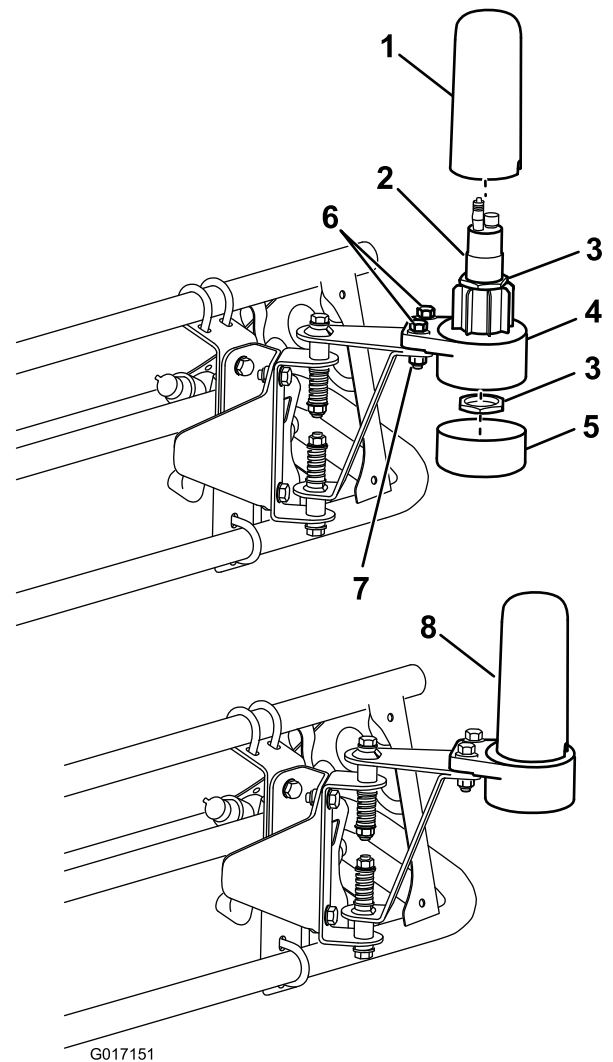

Figure 10
4. Posez le logement capteur inférieur sur les pièces de montage du capteur avec 2 boulons (5/16 x 1/4") et 2 contre-écrous (5/16") (Figure 10).
6. Insérez le capteur dans le logement inférieur et fixez-le avec 2 grands écrous fournis avec le capteur (Figure 10).
7. Posez le tube d'obturation et le chapeau (Figure 10).